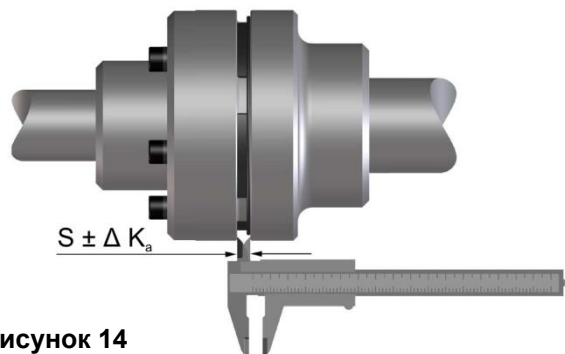

Рисунок 14
- ☐ Измерьте осевой монтажный зазор S (рисунок 14).